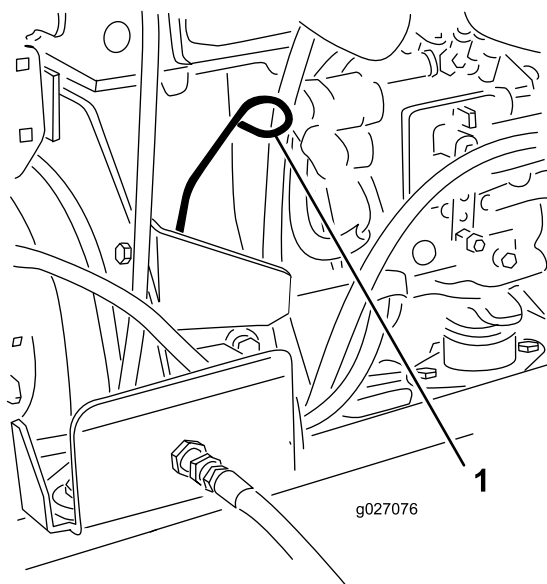

Figura 29
3. Togliete l'asta di livello, asciugatela e reinseritela (Figura 29).